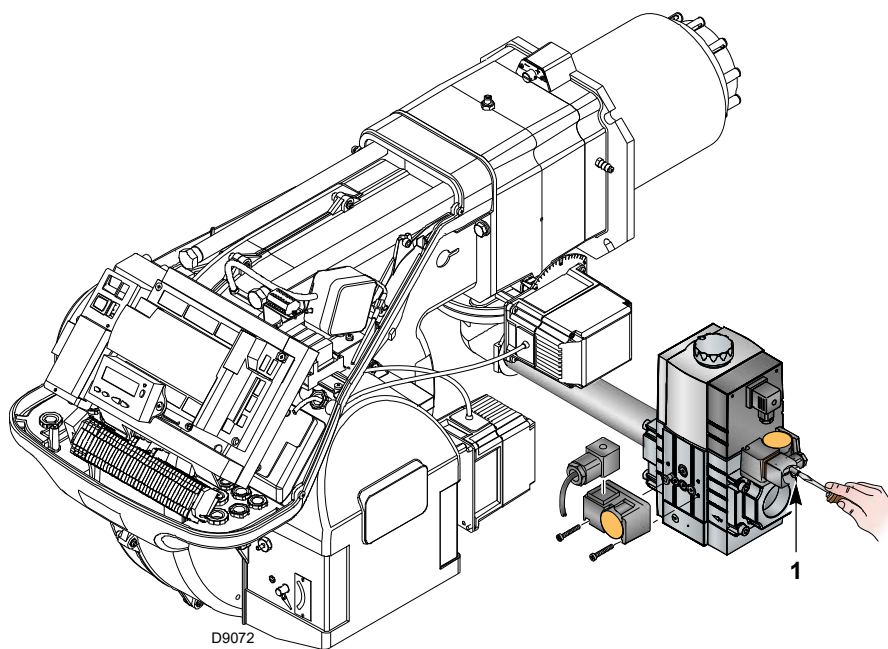

Fig. 25
- Controllare la pressione di alimentazione del gas collegando un manometro sulla presa di pressione 1)(Fig. 25) del pressostato gas di minima: deve essere inferiore alla pressione massima consentita della rampa gas, riportata nella targhetta delle caratteristiche.
- Sfiatare l'aria dalla tubazione della rampa gas, collegando un tubo in plastica sulla presa di pressione 1)(Fig. 25) del pressostato gas di minima. Portare all'esterno dell'edificio il tubo di sfiato, fino ad avvertire l'odore del gas.